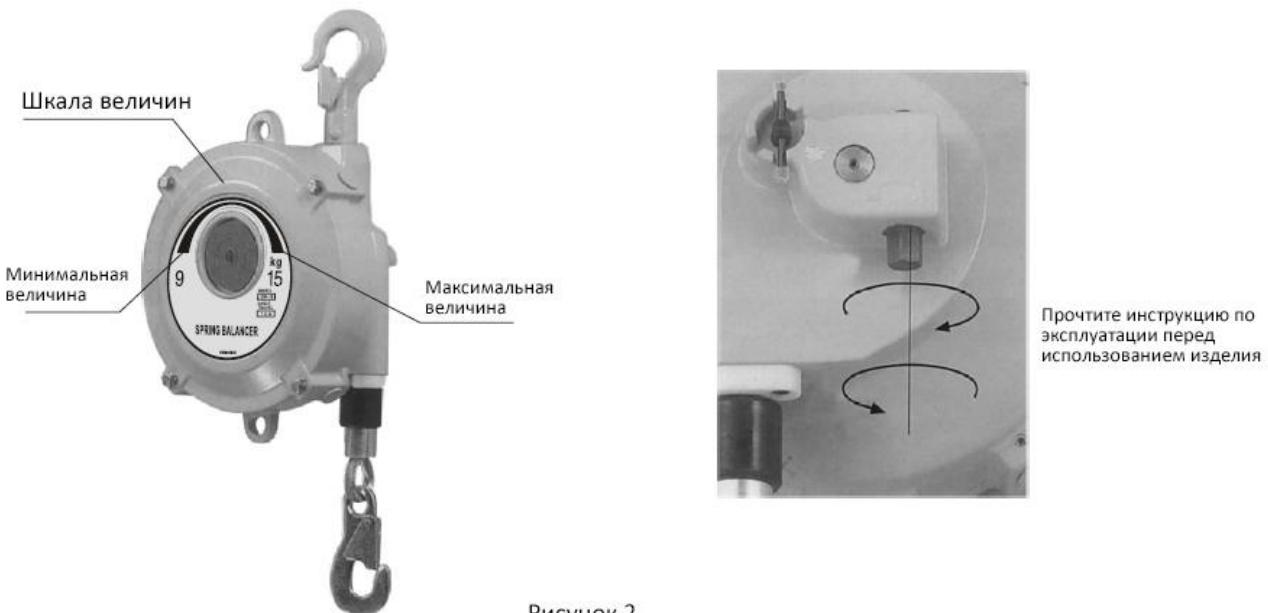

Рисунок 2
5. Оператор может также отрегулировать баланс как, это показано на (рис. 2). Путем настройки верхних и нижних пределов;